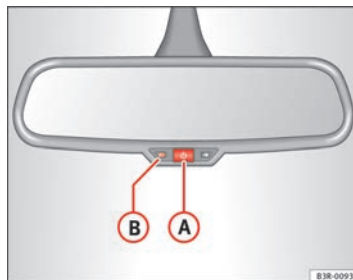

Abb. 104 Abblendbarer Innenspiegel: Kontrollleuchte und Ein-/Ausschalt-Taste ▶
- Drücken Sie die Taste **(A)** ⇒ Seite 136, Abb. 104. Die Kontrollleuchte **(B)** erlischt.
- Drücken Sie die Taste **(A)** ⇒ Seite 136, Abb. 104. Die Kontrollleuchte **(B)** leuchtet.